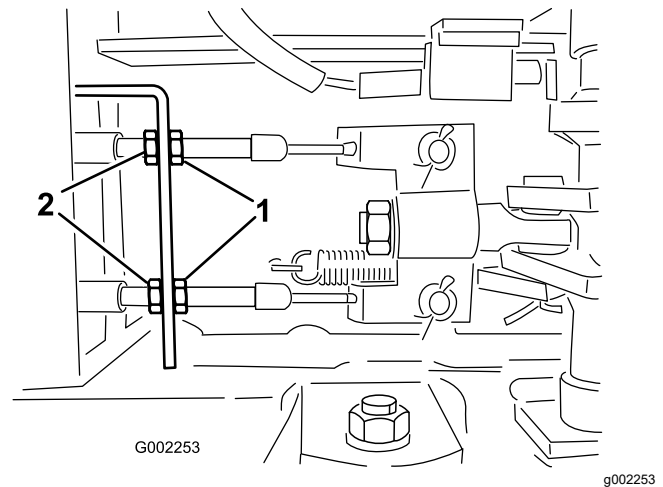

Bild 105
5. Lösen Sie die vorderen Klemmmuttern an den Bremskabel unter der Vorderseite des Sprühfahrzeugs (**Bild 105**).
6. Ziehen Sie die hinteren Klemmmuttern gleichmäßig an, bis das Spiel des Bremspedals 1-2 cm beträgt, bevor Sie einen Widerstand spüren (**Bild 105**).